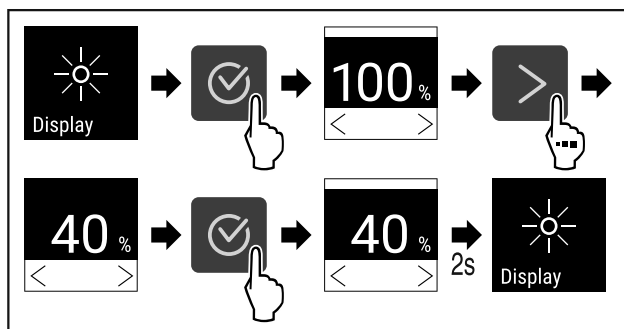

Fig. 101
- ▶ Proved'te akční kroky (viz Fig. 101).